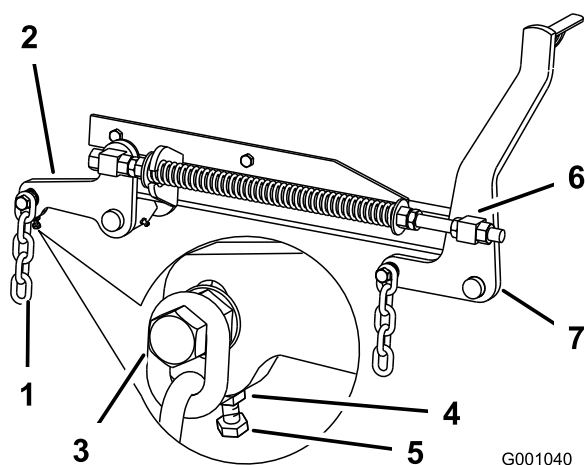

Figura 64
7. Si las medidas realizadas en las posiciones **B** o **C** no son correctas, afloje el perno que fija la cadena trasera al brazo de soporte trasero (Figura 64).
- Afloje la contratuerca situada debajo del brazo de soporte trasero y ajuste el perno de ajuste hasta obtener una medida de 80 a 83 mm (3-1/8 a 3-1/4 pulg.) (Figura 64).
- Afloje las contratuercas de pivote delantero, en la parte delantera de los pivotes derecho e izquierdo, aproximadamente 13 mm (Figura 64).
- Ajuste las tuercas de elevación en el lado izquierdo y derecho de la máquina hasta obtener una distancia de 6 a 10 mm (1/4 a 3/8 pulg.) menos en la parte delantera en **A** que en la parte trasera, en **B** (Figura 64).